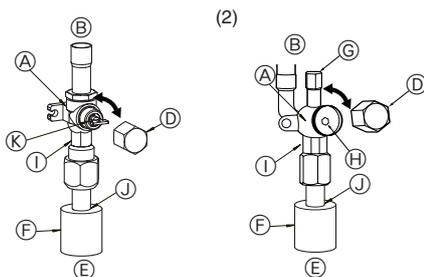

Fig. 4-6
- ① Quite la tapa, gire la válvula un cuarto de vuelta hacia la izquierda con un destornillador plano para abrirla completamente.
- ② Cerciórese de que las válvulas están completamente abiertas, coloque la tapa en su posición original y apriétele.
- (2) Lado del líquido de RP60-140 y lado del gas/líquido de RP35, 50 (Fig. 4-6)
- ① Abra la tapa y gire la varilla de válvula hacia la izquierda hasta su tope, utilizando una llave hexagonal de 4 mm. Deje de girar cuando llega al tope. (ø6,35: Aproximadamente 4,5 revoluciones) (ø9,52: Aproximadamente 10 revoluciones)
- ② Cerciórese de que la válvula de parada esté completamente abierta, empuje la manivela y enrosque la tapa en su posición original.